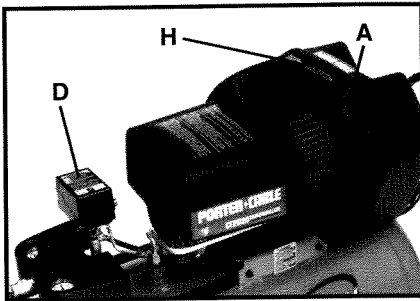

Fig. 1
**Bomba del compresor de aire (A), Fig. 1:** Para comprimir aire, el pistón se mueve hacia arriba y hacia abajo en los cilindros. En cada carrera hacia abajo se absorbe aire a través de las válvulas de admisión. Las válvulas de salida permanecen cerradas. En la carrera del pistón hacia arriba, se comprime aire. Las válvulas de admisión se cierran y se hace salir aire comprimido por las válvulas de salida.
**Conmutador activado por presión prefijada (D), Fig. 1:** El conmutador activado por presión prefijada arranca el motor automáticamente cuando la presión del tanque desciende por debajo de la presión de “conexión” establecida en fábrica y detiene el motor cuando la presión del tanque de aire alcanza la presión de “desconexión” establecida en fábrica.
**Filtro de entrada de aire (H), Fig. 1:** Este filtro está diseñado para limpiar el aire que entra en la bomba. Este filtro siempre debe estar limpio y no tener obstrucciones. Gire los dos tornillos de retención de la tapa en sentido contrario al de las agujas del reloj para quitar y dejar al descubierto el elemento del filtro.